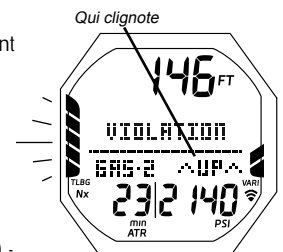

Fig. 89 - ÉCRAN PRINCIPAL D'INFRACTION AVEC LIMITATION AU MODE PROFONDIMÈTRE (pendant signal sonore)
**ÉCRAN PRINCIPAL D'INFRACTION AVEC LIMITATION AU MODE PROFONDIMÈTRE** : paramètres affichés (Fig. 89) -